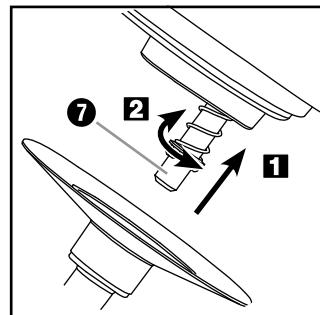

Abb. 2: Montage der Einsatzes
- 6) Montieren Sie je nach Aufgabe Knethaken **10**, Schneebesen **11** oder Rührbesen **12** auf der Antriebsachse **7** (Abb. 2):
- Stecken Sie den Knethaken **10**, Schneebesen **11** oder Rührbesen **12** (nachfolgend „Einsatz“) so auf die Antriebsachse **7**, dass die beiden Metallstifte an der Antriebsachse **7** in die Aussparungen am Einsatz **10** **11** **12** greifen (Abb. 2 / **1**).
- Drücken Sie den Einsatz **10** **11** **12** kräftig auf die Antriebsachse **7**, so dass sich die Feder zusammendrückt und drehen Sie dabei den Einsatz **10** **11** **12** ein wenig gegen den Uhrzeigersinn (Richtung  ) (Abb. 2 / **2**).